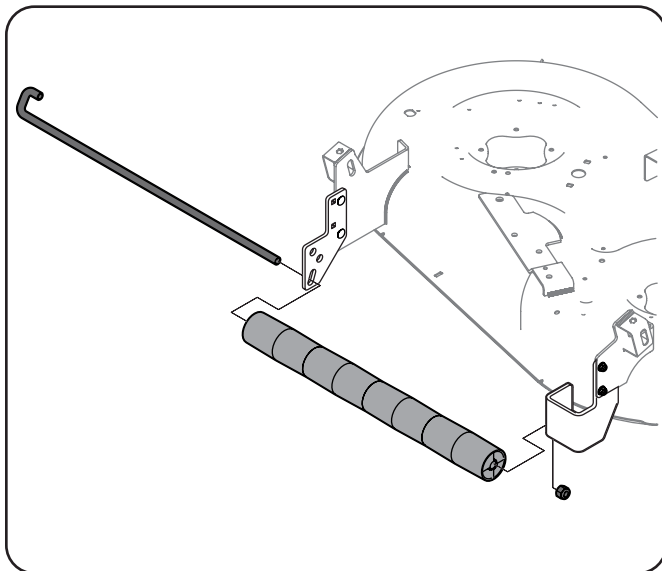

Figure 1-7
3. Alignez les quatre galets (n° 5) à l'intérieur des supports et faites glisser la goupille du galet (n° 2) à travers le centre des galets et dans l'orifice de montage du support de galet de droite (n° 7). Consultez la Figure 1-7.
4. Assurez-vous que l'extrémité en forme de J de la goupille du galet est fixée dans l'orifice de montage du support de galet gauche (n° 6), puis fixez-la sur la goupille du galet avec un écrou de blocage 1/2 (n° 4). Consultez Figure 1-7.